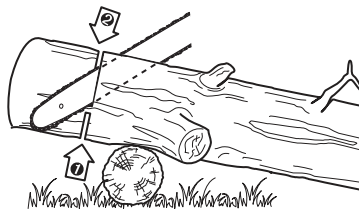

Fig. 42
- > Si le tronc est surélevé d'un seul côté (Fig. 42), coupez environ 1/3 de son diamètre par en dessous, puis terminez la coupe par le dessus, de manière à rejoindre la première entaille.